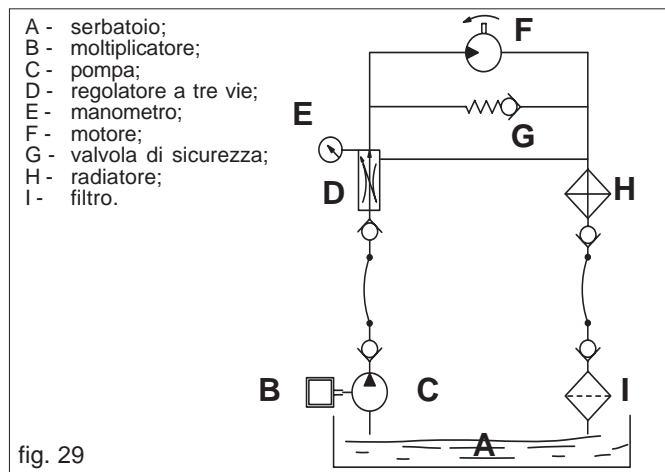

fig. 29
- Alimentazione dell'olio: attenersi ai dati dello schema Fig. 29.